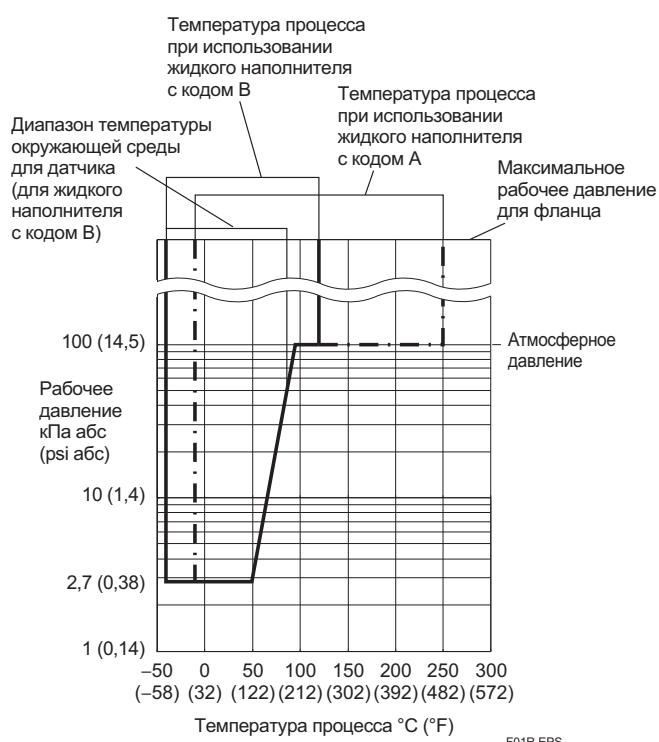

Рисунок 1. Рабочее давление и температура процесса
Для атмосферного давления или ниже см. Рис. 1.
*1: См. рисунок 1 «Рабочее давление и рабочая температура».